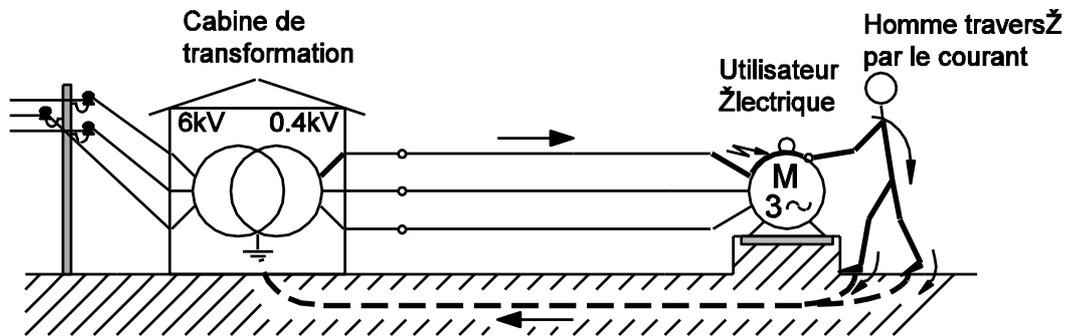

figure 2. Passage du courant des mains aux pieds.
- Passage du courant d'une main aux pieds (figure 2).
L'homme, sur un sol conducteur, empoigne un récepteur électrique ayant un défaut d'isolement, selon la figure 2, ci-dessous.